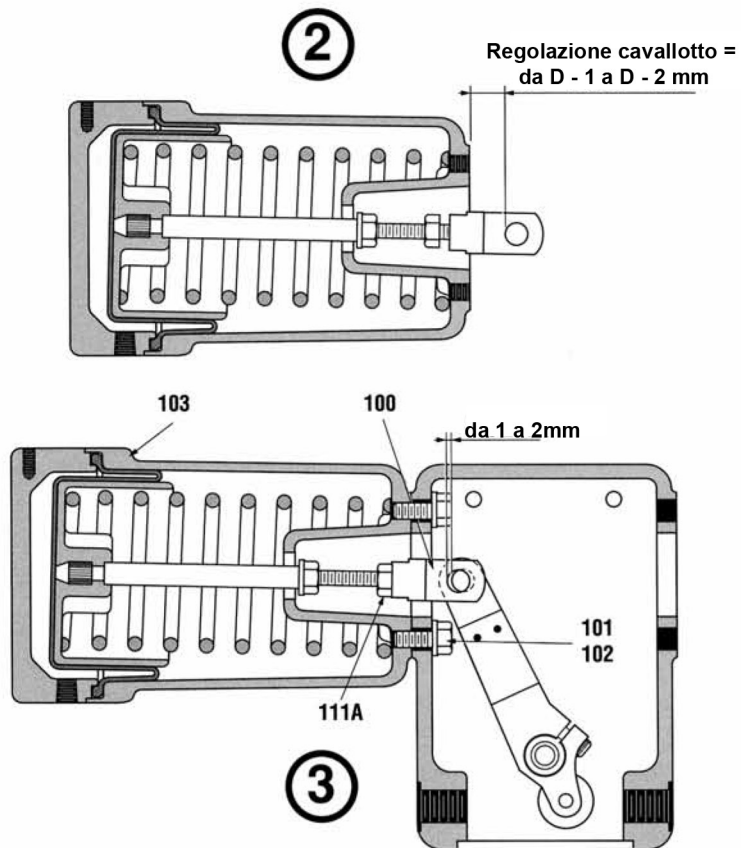

Figura 7
A. Valvola chiusa su guasto aria (Air to open (ATO)) (Figura 7)
- Determinare la posizione della leva in cui la valvola raggiunge il serraggio richiesto e misurare la distanza "D" dalla superficie di contatto del cilindro della molla sulla forcella all'inizio del foro per il perno del cavallotto nella leva (135).
- Il cavallotto (100) può essere ora regolato in modo che la distanza dall'inizio del foro per il perno del cavallotto alla superficie di contatto per la forcella è inferiore di 1 a 2 mm rispetto alla distanza "D" precedentemente misurata.
- Rimuovere il volantino o lo strumento di impostazione e fissare il cilindro della molla con le viti (101) e le rondelle (102).